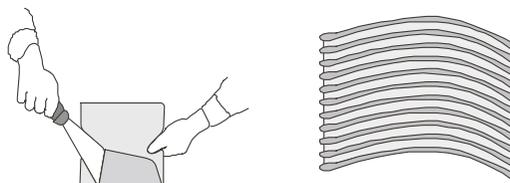

Рисунок 6 - Нанесение слоя клея на поверхность плитки и основание.
4.2.11 При облицовке наружных поверхностей зданий и поверхностей во влажных помещениях, клеевые растворные смеси наносятся не только на основание, но и на плитку. Толщина слоя растворной смеси при этом должна быть в пределах 1 мм (см. рисунок 6). В случае применения для облицовки поверхностей плиток из природного камня или бетона размером более 400 x 400 мм и толщиной более 10 мм применяется дополнительное механическое крепление.